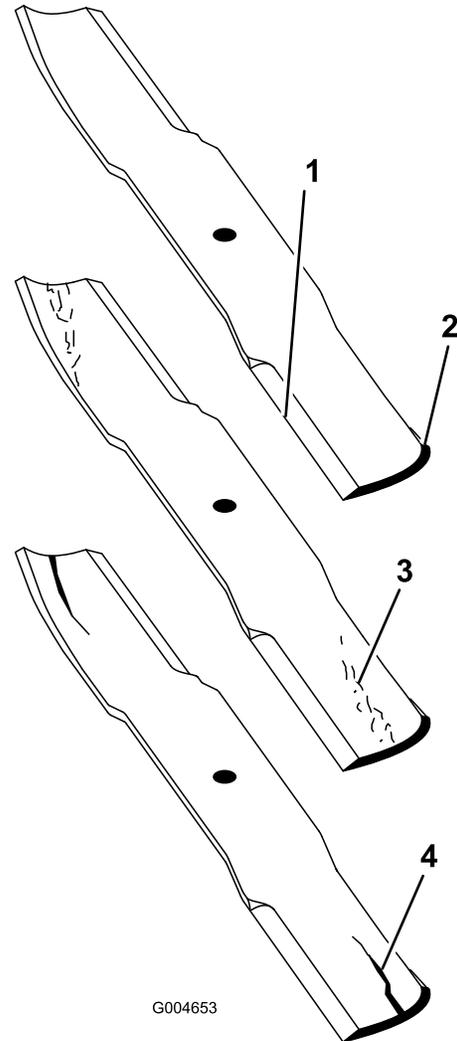

Figure 84
2. Examinez attentivement les tranchants de la lame, particulièrement au point de rencontre de la partie plane et de l'ailette (**Figure 84**).
Remarque: Le sable et les matières abrasives peuvent éroder le métal à cet endroit, c'est pourquoi il est important de contrôler l'état de la lame avant d'utiliser la tondeuse. Remplacez la lame si elle vous semble usée (**Figure 84**).